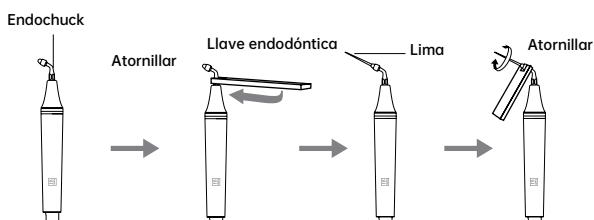

Imagen 4
- 3.2.1. Fije el endochuck al mango usando la llave endodóntica (ver Imagen 4).
La punta se ha aflojado debido a la vibración.	Apriete firmemente la punta en la pieza de mano (ver Imagen 4).